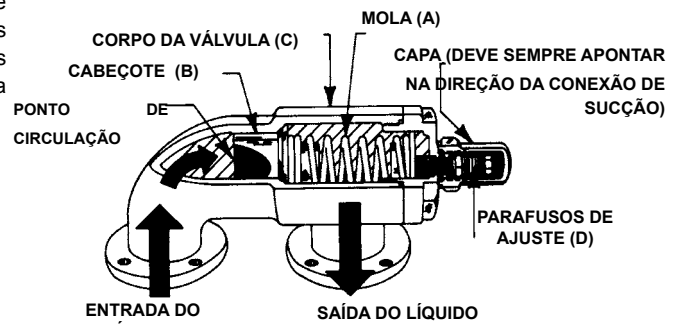

FIGURA 4
A válvula de alívio de pressão acoplada nas bombas Viking e a maioria das válvulas em linha consistem no modelo de cabeçote com mola **Ver Figura 4**. A mola (A) pressiona o cabeçote (B) contra o assento no corpo da válvula (C) com uma força determinada pelo tamanho da mola e por quanta compressão é exercida pelo parafuso de ajuste (D). A pressão de descarga da bomba faz pressão contra a parte inferior do cabeçote no ponto (E). Quando a força exercida pelo líquido embaixo do cabeçote é maior do que a força exercida pela mola, o cabeçote sobe e o líquido começa a fluir na válvula. À medida que a pressão de descarga aumenta, mais e mais líquido flui até que se atinge uma pressão na qual todo o líquido bombeado passa pela válvula. Essa pressão é o ajuste da válvula de alívio.